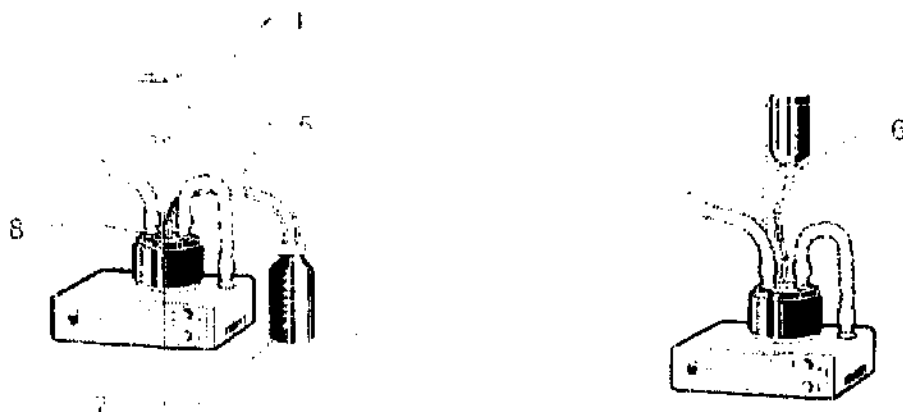

Рис. 7.
5.8.1 Залейте соляной раствор в стеклянную бутылку 7 (Рис. 7). Плотно наверните пластмассовую пробку 6 на горловину бутылки, вращая бутылку. Поставьте бутылку рядом с излучателем. Проверьте, чтобы наконечники силиконовых трубок 5 были введены в крышку распылительной камеры 8 до упора.